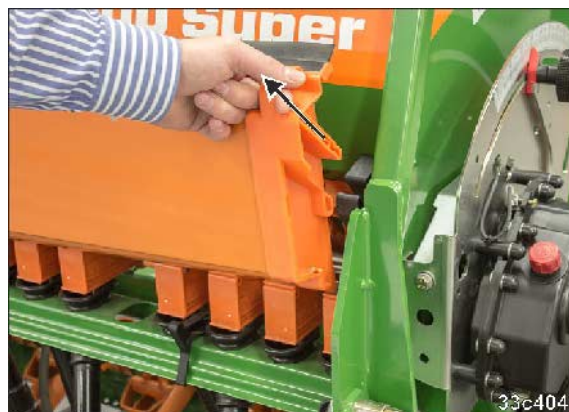

Рис. 222
1. Вытяните лотки для пробного высева (Рис. 222) вверх из держателя.